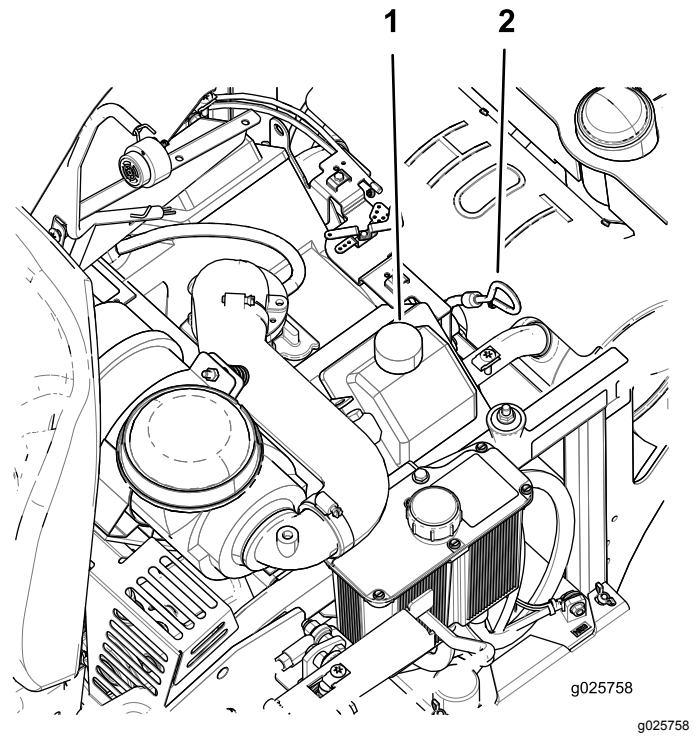

Figura 38
5. Limpie la zona alrededor de la varilla (Figura 38).
9. Si el nivel de aceite es bajo, limpie el área alrededor del tapón de llenado de aceite, retire el tapón y llene hasta la marca de **Lleno** de la varilla (Figura 38).
4. Vierta lentamente alrededor de un 80% del aceite especificado por el tubo de llenado y luego añada lentamente el resto del aceite hasta que llegue a la marca **lleno** (Figura 38).
5. Arranque el motor y conduzca hasta una zona llana. Compruebe el nivel de aceite otra vez (Figura 38).